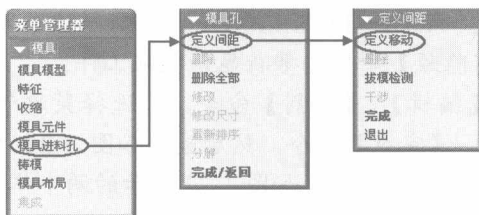

图1-27 选择开模命令
24. 选择如图 1-27 所示的菜单管理器中的【模具进料孔】/【定义间距】/【定义移动】命令，进行开模模拟。